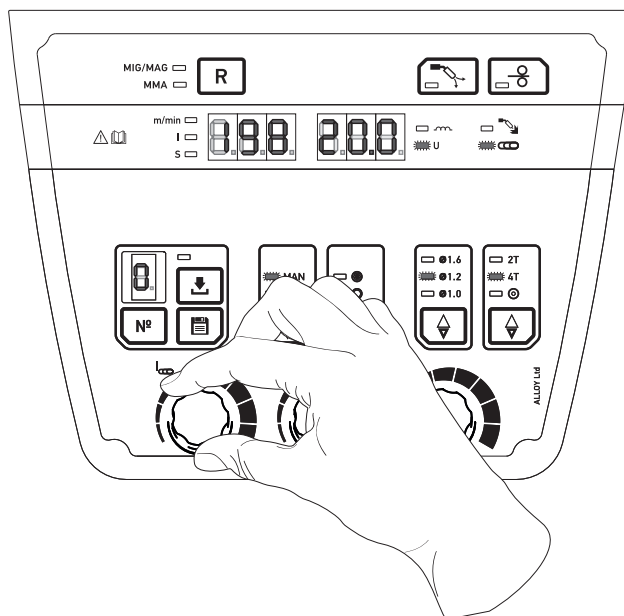

рис. 6.10
6.2.8. Выбрать необходимое значение тока заварки кратера (рис.6.10), что отображаемого на цифровом индикаторе 2.